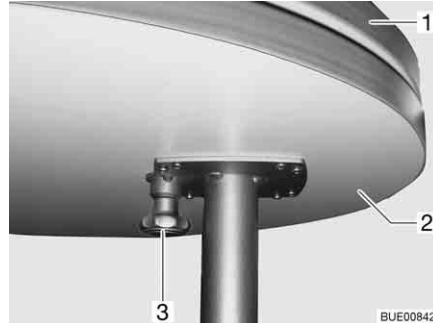

Fig. 85 Tavolo fisso
- Premere il tasto (Fig. 85,3) del bloccaggio e ruotare verso l'esterno la prolunga per il piano del tavolo (Fig. 85,2).
- Ruotare l'estensione del piano del tavolo (Fig. 85,2) sotto il piano del tavolo (Fig. 85,1), finché non si sente scattare il bloccaggio.